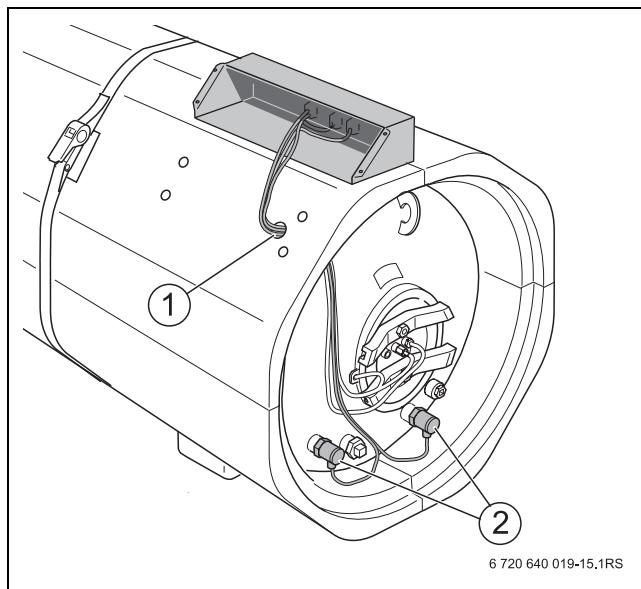

Рис. 18 Подключение проводов к электронагревательным элементам
- ▶ Вставьте электронагревательные элементы (→ рис. 18, [2], стр. 22) так, чтобы провод проходил внизу.
- ▶ Проведите все провода от системы управления к погружной гильзе, инертному аноду и электронагревательным элементам через отверстие (→ рис. 18, [1], стр. 22) в верхнем правом или левом теплоизоляционном сегменте.